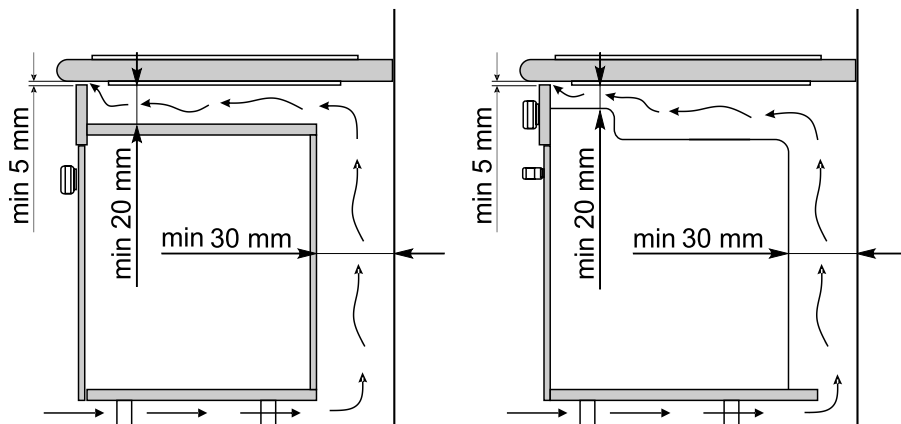

Рис. 7
6. При установке варочной панели необходимо обеспечить минимальные воздушные зазоры согласно рис. 7.